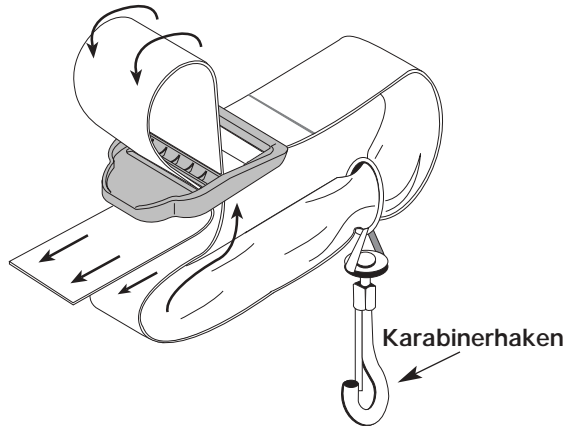

Abb. 6
2. Am Gurt ziehen und im Schlitz der Schnalle herunterklappen (Abb. 6).